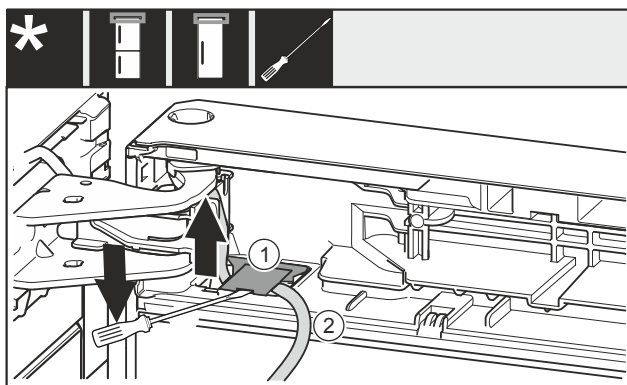

Fig. 25
► Con un cacciavite a intaglio Fig. 25 (1), sollevare la copertura e rimuoverla.
► Sfilare il cavo Fig. 25 (2).